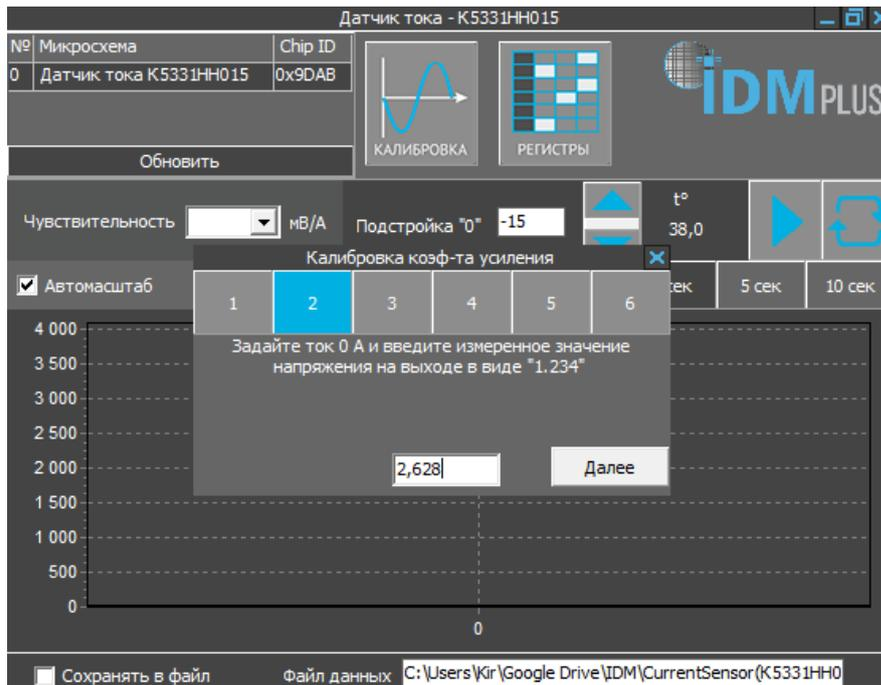

Рисунок 5 – Работа в режиме калибровки коэффициентов усиления при нулевом токе (шаг 2)
- Шаг 2: Записать значение напряжение по показаниям вольтметра, подключенного к выводу «OUT» отладочной платы (при нулевом токе в проводнике), в интерактивное окно и нажать интерактивную кнопку «Далее» (см. рисунок 5);